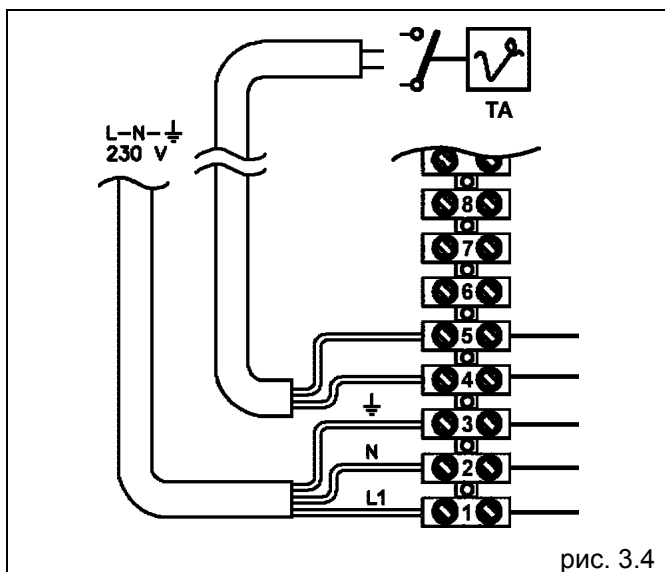

рис. 3.4
- подключение термостата температуры в помещении (ТА) (рис. 3.4)